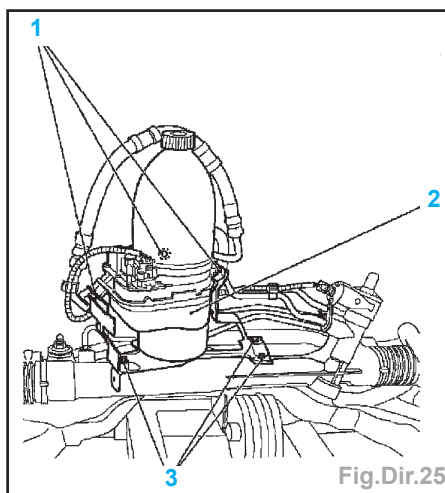

Fig.Dir.25
- Déposer l'unité d'alimentation électrohydraulique (2) du support (vis 1) (Fig.Dir.25).